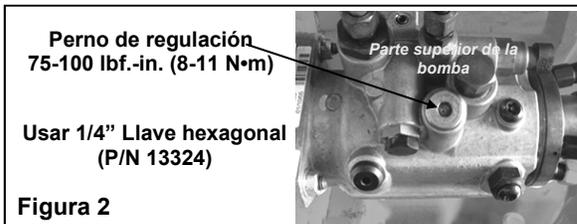

Figura 2
2. Utilizando la llave hexagonal de 1/4" (P/N 13324), quite el tapón de regulación de la parte superior de la bomba de inyección de combustible (Figura 2).
6. Instale la tapa del engranaje de comando de la bomba a inyección. Retire el pasador de registro motore (P/N 40571) del volante y retire el tapón regulador de la bomba (P/N 40610). Insertar el tapon de regulación (figura 2) y apretar a 75-100 lbf.-in. (8-11 N•m).